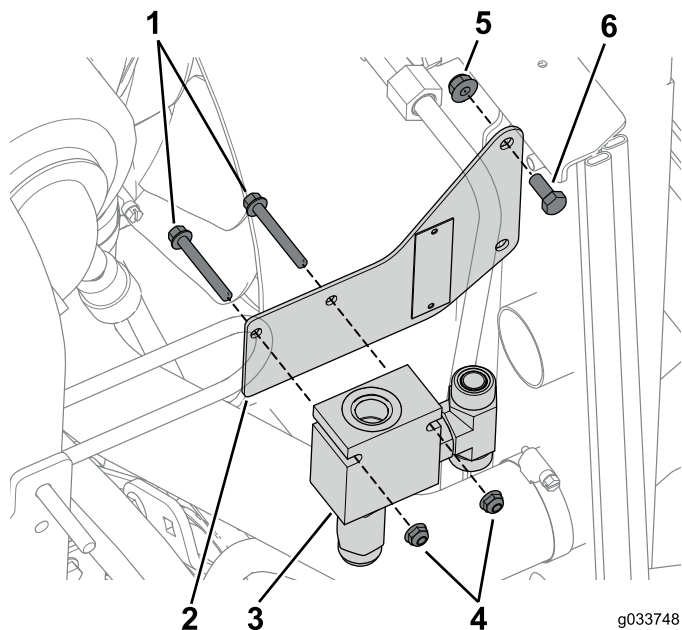

図 10
4. ブラケットの上側の穴に左マニホルドアセンブリ用のブラケットを取り付けるボルト 5/16 x 3/4 インチ1本とフランジナット 5/16 インチ1個を使用する 図 10。
6. ブラケットに左マニホルドアセンブリを取り付けるボルト 1/4 x 2 インチ 2 本とナット 2 個を使用する 図 10。